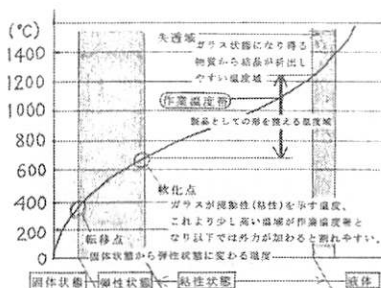

図4 温度変化とガラス化の例
- 3) 図4は<http://homepage1.nifty.com/meltglass/glass00.htm>を参照。